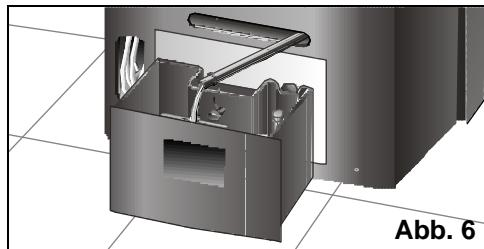

Abb. 6
- Entleeren Sie zuerst den Wasserbehälter im Geräteinneren mit Hilfe des Wasserablassschlauches, der auf der Rückseite des Gerätes angebracht ist. Der Schlauch muss nur aus seiner Halterung genommen und das angefallene Kondenswasser in ein Gefäß abgelassen werden (siehe Abb. 6). Entleeren Sie danach den Kondenswasserbehälter auf der Geräterückseite.